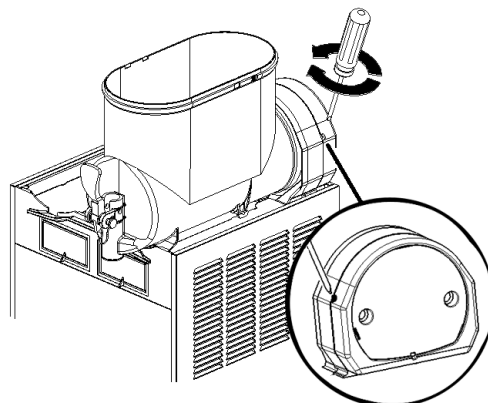

figure 4
- Sélectionner à l'aide des touches (C) et (D) le mode de fonctionnement désiré :
- Touche (C) : fonction boisson fraîche
- Touche (D) : fonction granité
**Fonction lavage** : pendant le nettoyage de l'appareil, il peut être nécessaire de faire marcher seulement le mélangeur, sans activer la réfrigération. Pour pouvoir utiliser le mélangeur sans activer la réfrigération, appuyer pendant trois secondes la touche (C) : sur l'affichage de la température on peut voir "--.--". Par la suite afin de remettre en fonctionnement l'appareil il suffit d'appuyer sur n'importe quelle touche, le distributeur sort de la fonction 'lavage' et reprend son fonctionnement normal.
**1 Réglage de la densité**: la densité optimale de la granita a été réglée en usine. Si l'on désire modifier cette densité, tourner avec un tournevis la vis de régulation densité située dans chacune des parois postérieures du distributeur (voir figure 4):